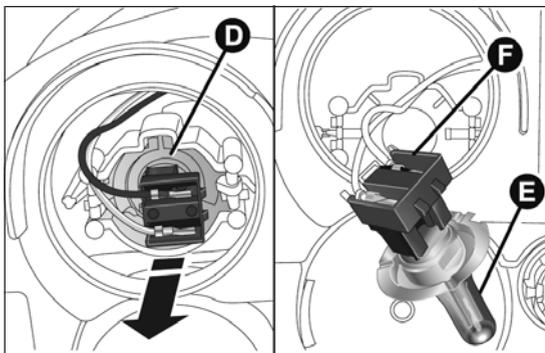

fig. 171
- retirer le groupe connecteur + douille D fig. 171 en le désolidarisant vers l'extérieur ;